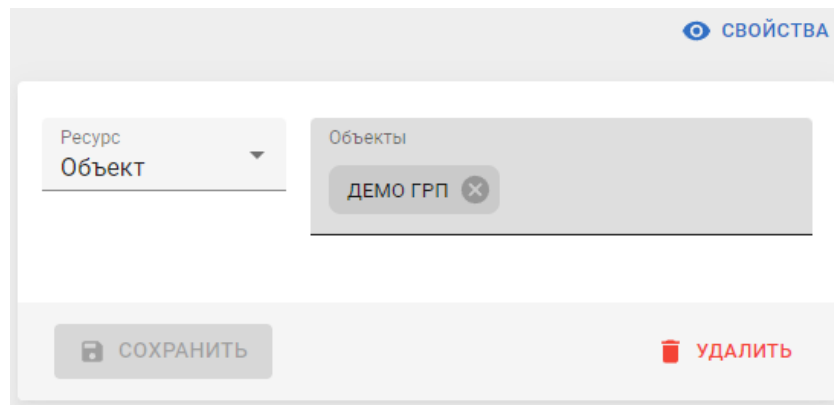

Рисунок 55 — Меню действий с файлом
- 4.2. Редактировать. Переход к редактированию списка объектов, к которым был прикреплен файл (рисунок 55).